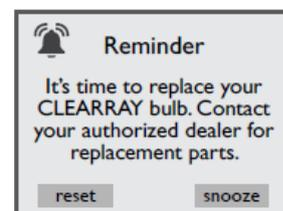

Figura 6.6d
4. Quando o temporizador expirar a contagem, uma mensagem será exibida no visor do painel de controle, Figura 6.6d. A lâmpada UV do **CLEARRAY** deverá ser substituída e o temporizador deverá ser zerado. Toque em “reset” e siga as instruções acima para zerar o temporizador.